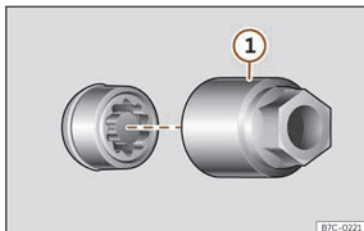

Fig. 194 Vite antifurto della ruota con cappuccio e adattatore.
- Inserire l'adattatore speciale >>> **fig. 194** ① (attrezzo di bordo >>> pag. 306) nella vite antifurto della ruota fino al fermo.